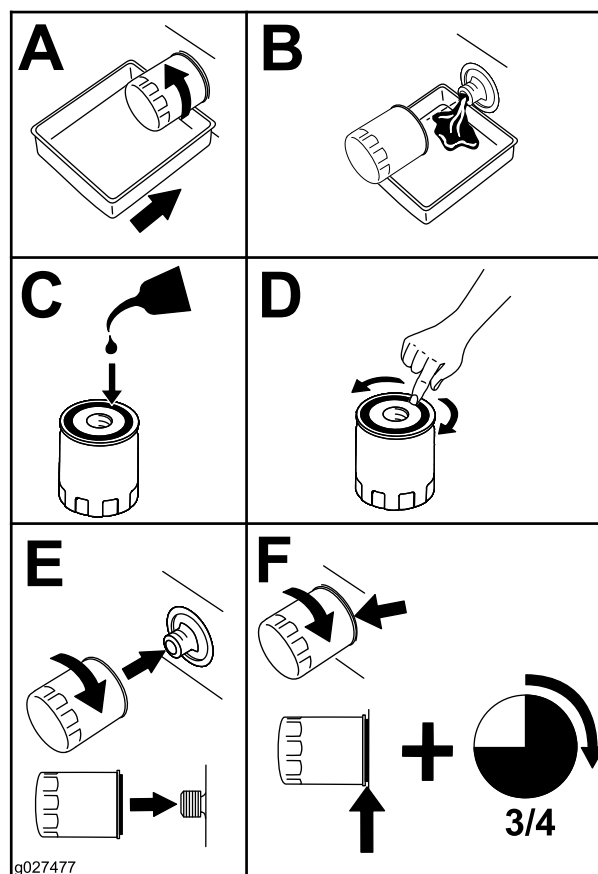

Figura 52
4. Mude o filtro do óleo do motor, conforme se mostra na Figura 52.